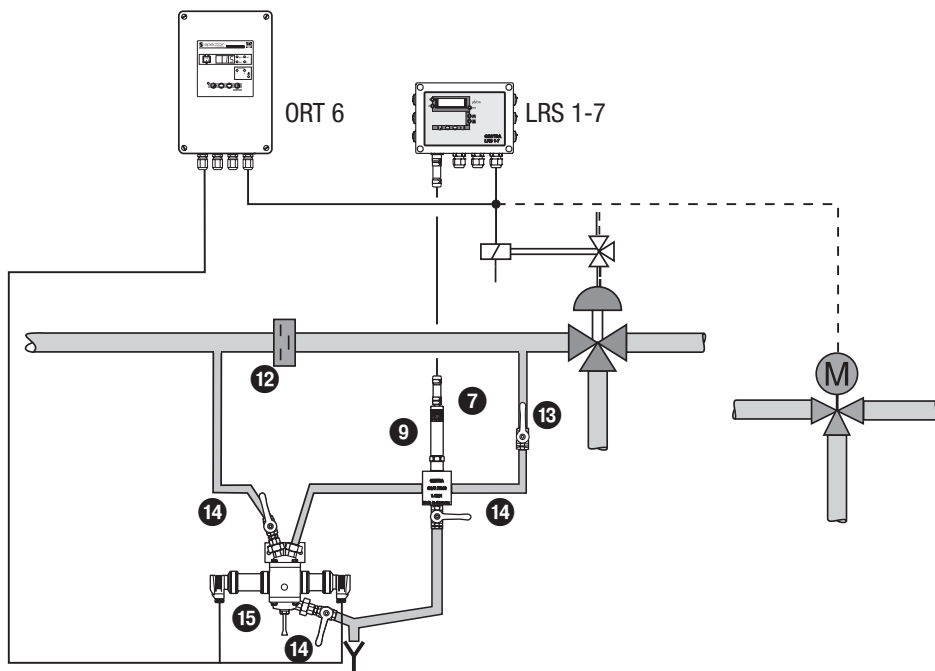

Fig. 8
- Ledningsevneelektroden og føleren ORG 12/22 installeres i et bypass, der ligger lavere end hovedledningen, så gasbobler og efterfølgende fordampning ikke når frem til armaturerne. Se også driftsvejledningen OR 52-5/OR 52-6.**Fig. 8**